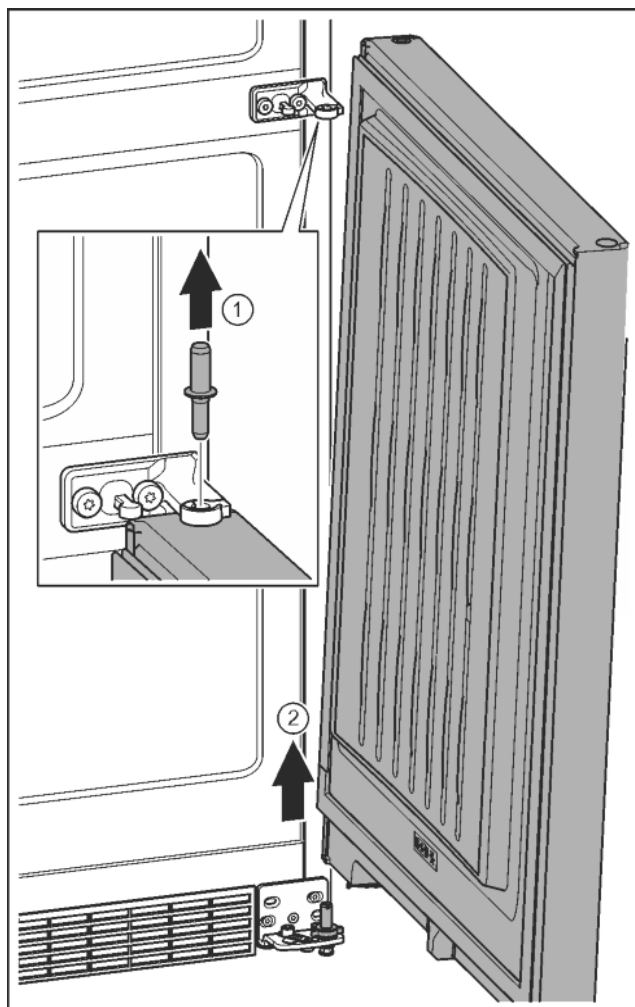

Fig. 11
- Izvucite svornjake prema gore. Fig. 11 (1)
- Podignite vrata, povucite ih prema gore i stavite ih na stranu. Fig. 11 (2)